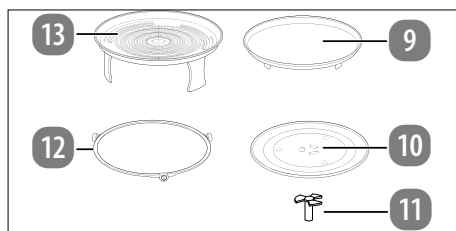

Fig. 3 – Accessoires
1. Accessoires (**voir Fig. 3**)